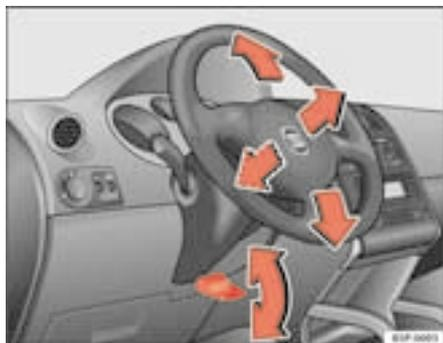

Fig. 127 Regulação da posição do volante
- Virar para baixo a alavanca ⇒ fig. 127 por baixo da coluna da direcção ⇒ ⚠.